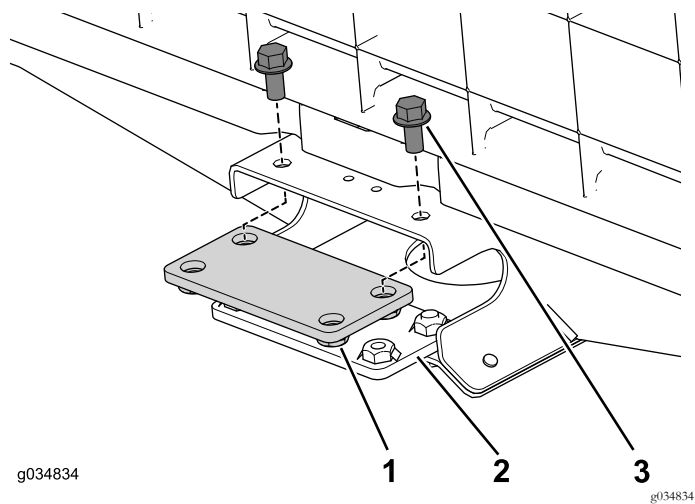

图21
1. 使用 4 个凸缘螺栓 3/8 x 3/4 英寸将顶部和底部连接板松松地安装到机器前部的中央通道上图21。